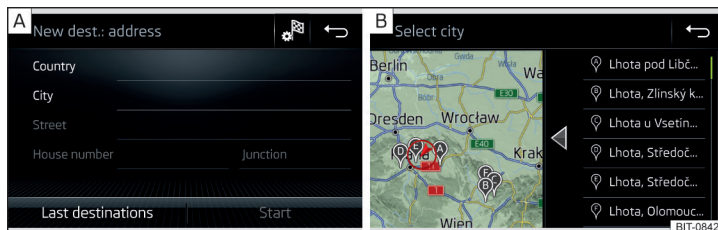

Fig. 224 Introducir destino a través de la dirección: Menú principal / Lista de los lugares seleccionados
- Introducir la dirección de destino y luego confirmar » fig. 224 - **A**.
Dependiendo de la cantidad de los lugares buscados puede visualizarse automáticamente un mapa con una lista de los lugares solicitados » fig. 224 - **B**.